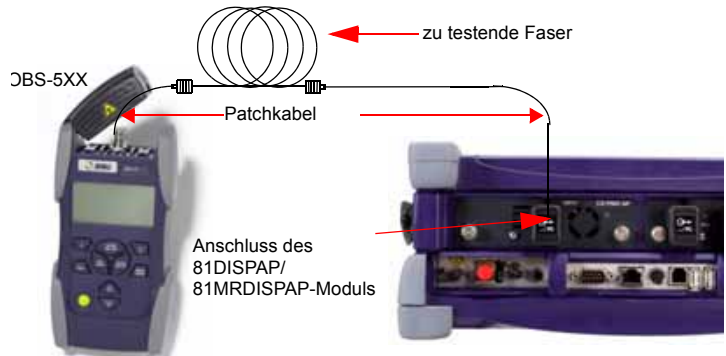

Abb. 52 PMD-Messung mit einem ODM-Modul
- 2 Schließen Sie die zu testende Faser an den optischen Anschluss des Testmoduls an. Verwenden Sie hierfür die jeweils benötigte Lösung, wie ein Patchkabel (siehe Abbildung 52).